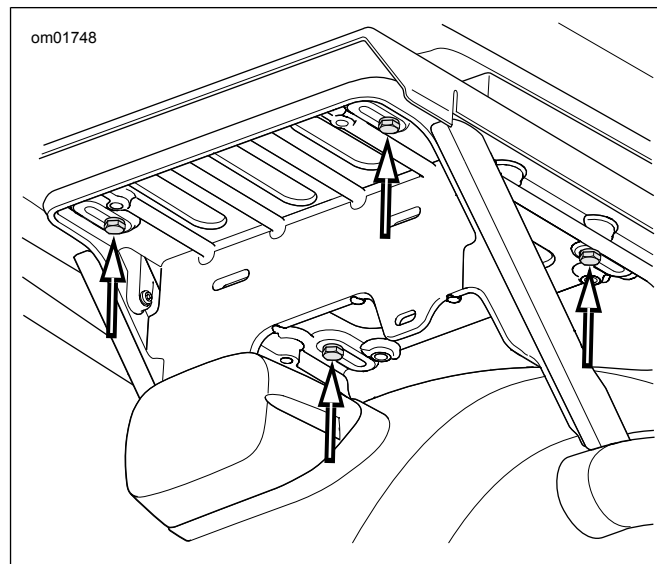

Figure 4. Vis de fixation Tour-Pak (modèles APC/Chine)
- c. **Modèles APC** : voir Figure 4 . Retirez quatre vis, des rondelles plates et une plaque d'adaptation du support de fixation. Faites glisser vers l'avant pour libérer les crochets en L.